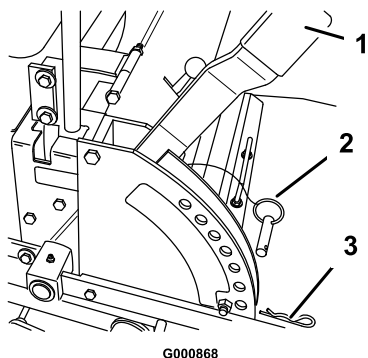

Figure 13
1. Relevez le levier de sélection de hauteur de coupe en position de transport (qui correspond aussi à la hauteur de coupe de 114 mm) (Figure 13).
2. Pour changer de hauteur de coupe, retirez la goupille fendue et l'axe de chape du support de hauteur de coupe (Figure 13).
3. Placez l'axe de chape dans le trou du support correspondant à la hauteur de coupe voulue (Figure 13).
4. Fixez l'axe de chape avec la goupille fendue (Figure 13).